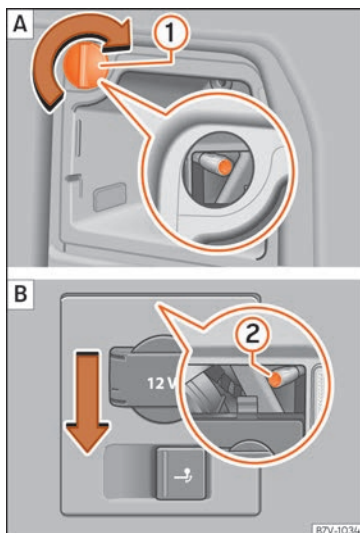

Fig. 115 Nella parte laterale del bagagliaio: smontare le luci posteriori sinistra e destra. ① rimuovere il cappuccio; ② vite di fissaggio.
4.	Svitare la vite di fissaggio » fig. 115 2 con il cacciavite degli strumenti a bordo » pag. 89 . La vite rimane nella posizione in cui si trova.